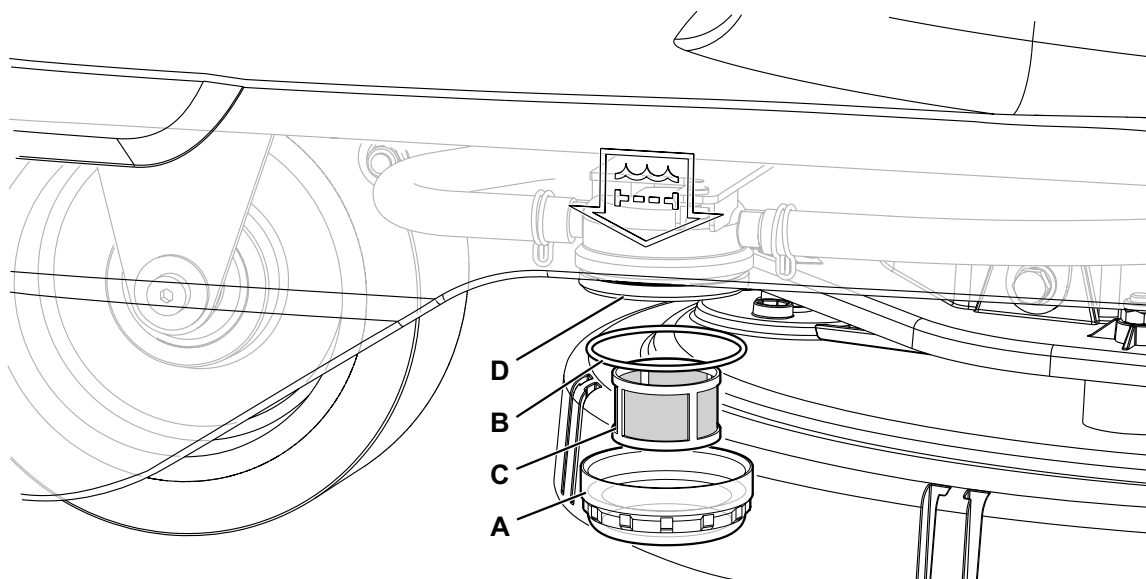

Abbildung 13
2. Sicherstellen, dass das Gerät ausgeschaltet und der Bedienschlüssel (52) herausgezogen wurde.
3. Den Hahn der Reinigungslösung (9) schließen. Der Hahn ist geschlossen, wenn er sich in der Stellung (9-B) befindet, und er ist geöffnet, wenn er in der Stellung (9-A) ist.
4. Den durchsichtigen Becher (A, Abb. 13) abschrauben, die Dichtung (B), dann den Netzfilter (C) herausnehmen. Mit sauberem Wasser waschen und abspülen, dann wieder sorgfältig am Filterhalter (D) befestigen.